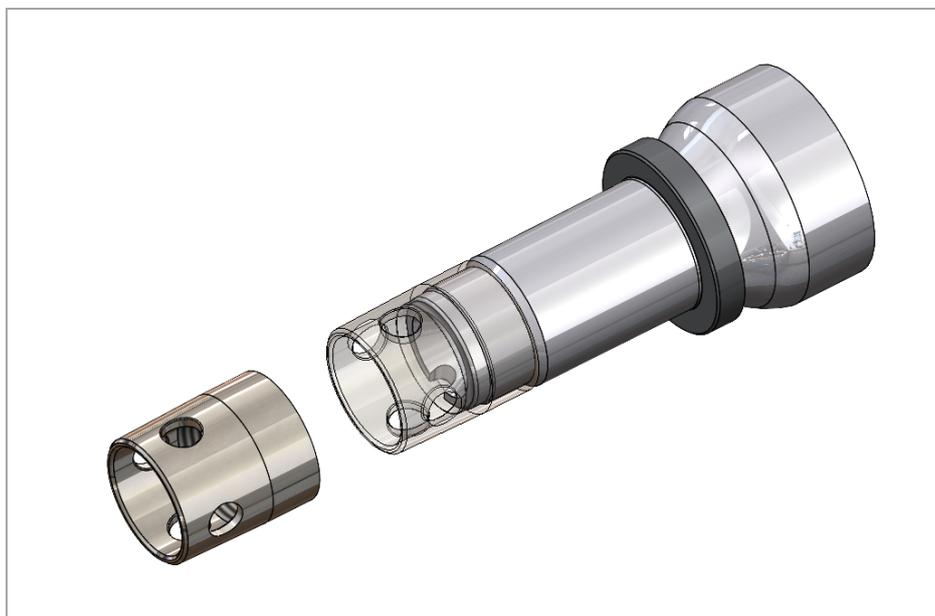

Рис. 10. Установка муфты защиты на резьбу цапфы.
1) Установите муфту защиты на резьбу цапфы (рис. 10).